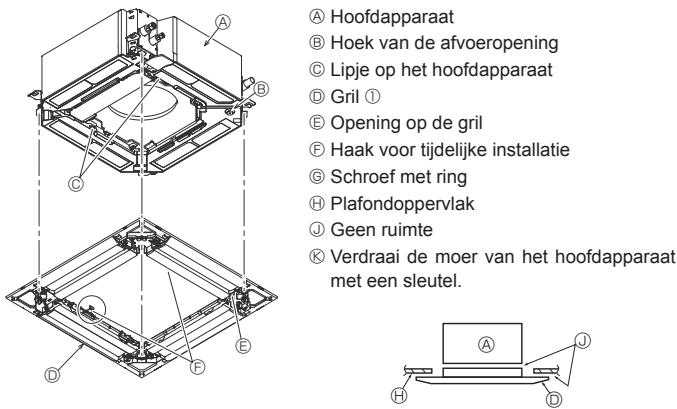

Fig. 9-6
9.4.2. Tijdelijke installatie van de grille (Fig. 9-6)
- Zet de grille aan het hoofdapparaat vast door de eerder geïnstalleerde schroeven aan te draaien. (Fig. 9-6)
Let er goed op dat er geen ruimte blijft tussen het hoofdapparaat en de grille of tussen de grille en het plafondoppervlak. (Fig. 9-6)